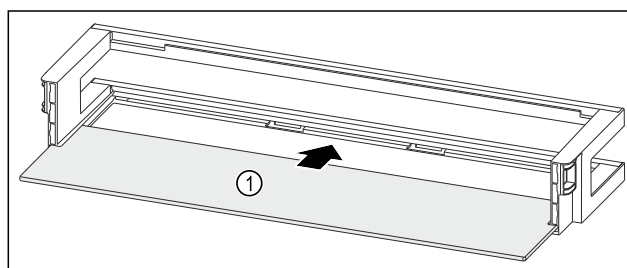

Fig. 202 Türabsteller mit Abstellfläche
- Abstellfläche Fig. 202 (1) in die seitlichen Aussparungen einschieben.